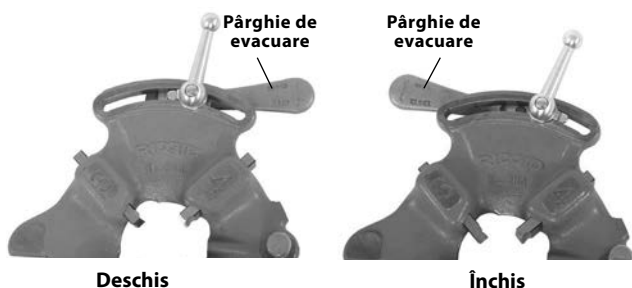

Figura 5 – Poziția pârghiei deschis/închis
2. Mișcați pârghia de evacuare în poziția OPEN (deschis) (Figura 5).